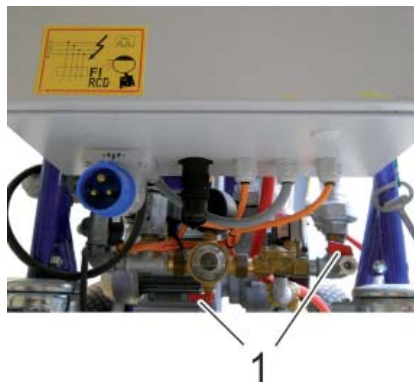

Рис. 12:
- Извлеките заглушку (рис. 12, поз. 2) из отверстия смесительной трубы.